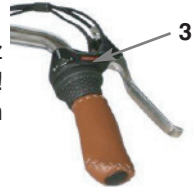

Abb. 15
Um einen Gang zu wechseln, halten Sie während der Fahrt kurz mit der Tretbewegung inne - keinen Druck auf die Pedale ausüben! - und drehen Sie den Schaltendrehgriff (3) am rechten Lenkergriff in die gewünschte Richtung (siehe Abb. 15).